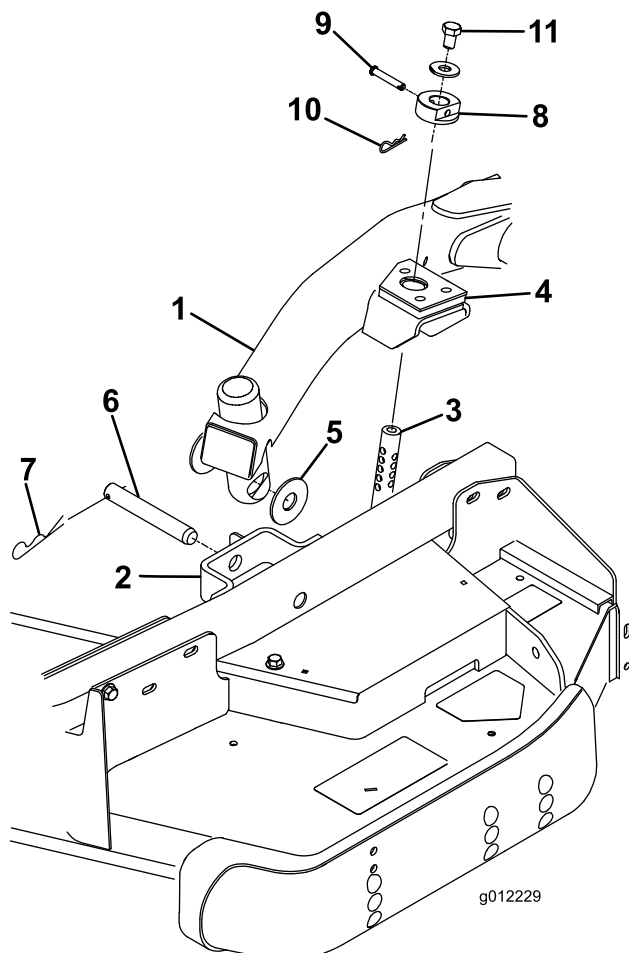

Bild 3
2. Stellen Sie den Hubhebel auf die Schweben-Stellung. Drücken Sie einen Hubarm nach unten, bis die Löcher im Hubarm mit den Löchern in der Laufradarmhalterung ausgerichtet sind, und die Schneithöhenstange in die Hubarmpolster eingesetzt werden kann (Bild 3).
3. Befestigen Sie den Hubarm mit zwei (2) Druckscheiben, einem Lastösenbolzen und einem Splint am Laufradarm. Legen Sie die Druckscheiben zwischen den Hubarm und die Halterung des Laufradarms (Bild 3). Setzen Sie das Ende des Splints in den Schlitz im Laufradarm ein, um den Splint zu arretieren.
7. Befestigen Sie die Schneithöhenstellringe an den Schneithöhenstangen und befestigen Sie sie mit den Lastösenbolzen und den Splints (Bild 3). Der Kopf
- Setzen Sie oben auf jeder Schnitthöhenstange eine Schraube 1/2 x 3/4 Zoll) und eine Scheibe ein (Bild 3).